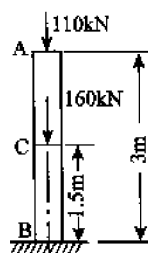

图 2-48
3. 一木柱受力如图 2-48 所示, 柱的横截面为边长 20cm 的正方形, 材料服从胡克定律, 其弹性模量 $E=10\text{GPa}$, 如不计柱的自重, 试求: